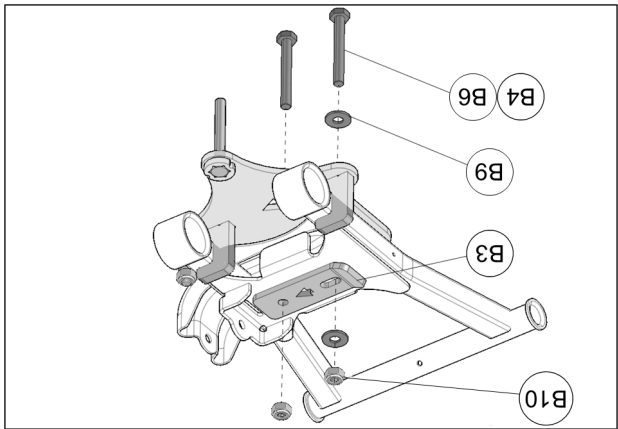

Fig. 8
7. Positionner le couvert d'ancrage (B3) sur le bras de suspension. Insérer par le dessous de l'ancrage les boulons de fixation appropriés [M10x55mm (B4) ou M10x80mm (B6)]. Placer une rondelle (B9) sur la tête du boulon et sous l'écrou qui sont installés au trou oblong de la plaque et du couvert. Utiliser les écrous (B10) pour fixer l'assemblage. Voir la Fig. 8